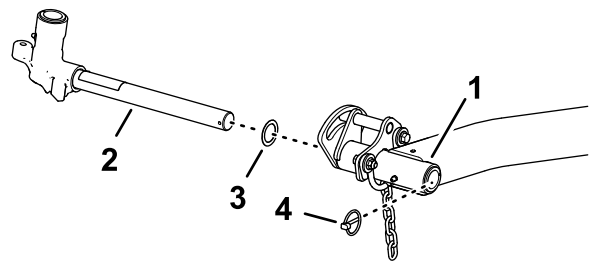

Bild 17
1. Nehmen Sie den Klapenstecker und die Scheibe ab, mit denen die Gelenkwelle des Hubarms am Hubarm befestigt ist. Schieben Sie die Gelenkwelle des Hubarms aus dem Hubarm (Bild 17).